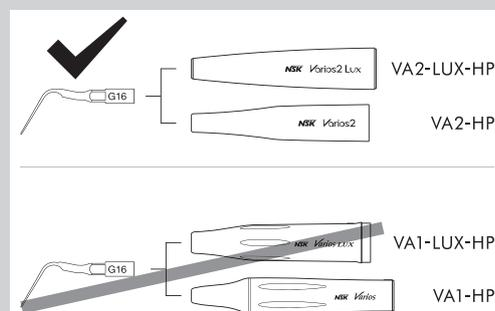

Fig. 17
- No conecte la punta G16 a una pieza de mano distinta a la Varios2 (VA2-LUX-HP / VA2-HP). De hacerlo, podría ocasionar la rotura de la punta o arañazos en la superficie de dentición, prótesis, etc... debido a un aumento de la amplitud de vibración (Fig. 17).